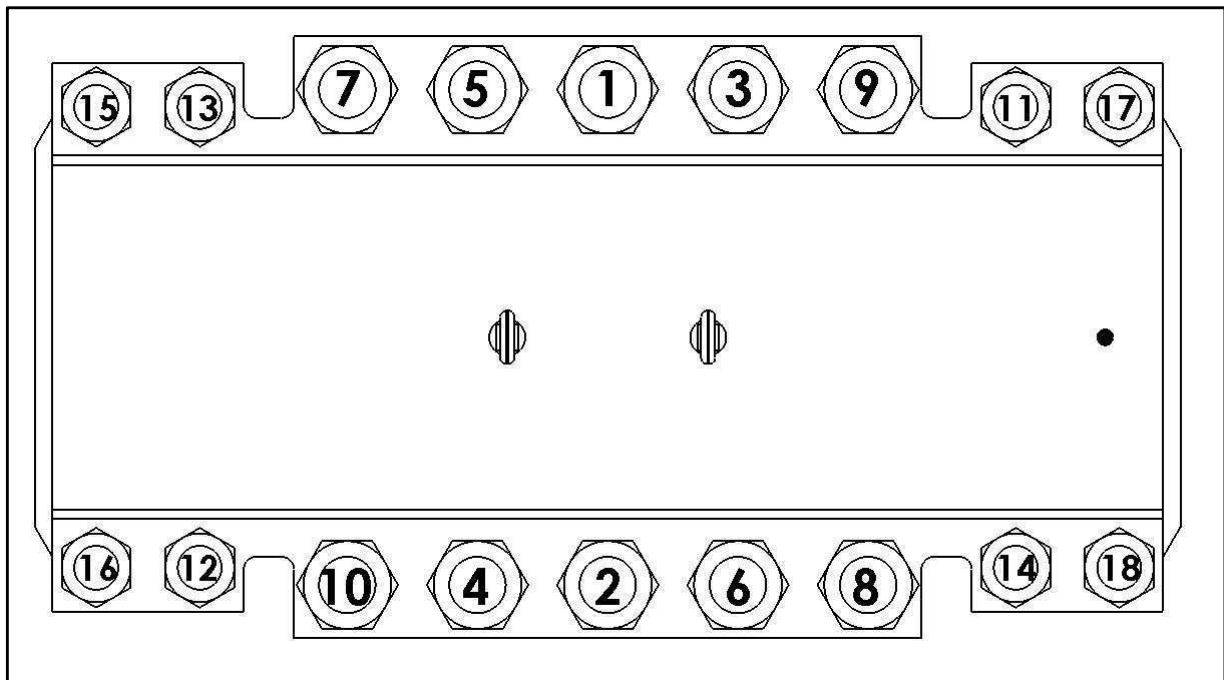

Figura 14
11. Apriete todos los espárragos y tuercas de la silleta de derivación en carga "PLIDCO Hot Tapping+Saddle" de manera uniforme, utilizando los **Valores de par de apriete para la sección de sellado** en la *Tabla de PLIDCO de par de apriete del área de sellado* situada en la página 19. El accesorio real puede tener más o menos espárragos. Los mejores resultados se obtienen manteniendo una separación igual todo alrededor y entre las barras laterales mientras se aprietan los espárragos. Para asegurarse de que haya un acoplamiento completo de la tuerca debe mantenerse un mínimo de 1/4 de pulgada (6.4 mm) de los espárragos extendiéndose más allá de la tuerca. La secuencia de apriete de los espárragos debe seguir el patrón de la Figura 14 y deberá realizarse repetidamente de la siguiente manera: